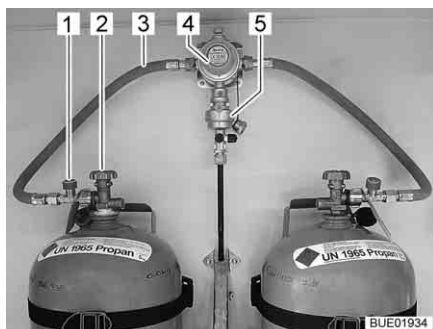
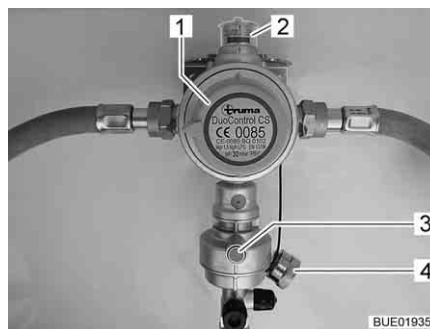

Fig. 114 Bombole del gas con DuoControl
Fig. 115 Impianto di regolazione DuoControl
L'impianto di regolazione DuoControl consiste in una valvola di commutazione (Fig. 114,4) e un sensore crash (Fig. 114,5). L'impianto di regolazione DuoControl è installato tra i tubi flessibili del gas (Fig. 114,3) con un dispositivo antirottura del tubo flessibile (Fig. 114,1). Con la manopola (Fig. 115,1) sulla valvola di commutazione è possibile stabilire quale delle bombole del gas viene utilizzata come bombola in uso e quale come bombola di riserva.
Nella finestra di controllo (Fig. 115,2) viene visualizzato lo stato del rifornimento di gas:
Il funzionamento con una sola bombola del gas è consentito, ma in questi casi il collegamento aperto deve essere assolutamente chiuso con una copertura cieca (Fig. 115,4).
Il sensore crash blocca l'alimentazione del gas in caso di forti vibrazioni (es. incidente). Il sensore crash viene azionato mediante pressione del tasto reset verde (Fig. 115,3).
Il dispositivo antirottura del tubo flessibile (Fig. 114,1) blocca il flusso di gas quando il tubo flessibile collegato si rompe. Il dispositivo antirottura del tubo flessibile deve essere attivato premendo il tasto verde.
Tramite la centralina di controllo (Fig. 116) è possibile attivare e disattivare l'alimentazione del gas tramite l'impianto di regolazione DuoControl. Le valvole principali di arresto (Fig. 114,2) delle bombole del gas e i rubinetti di arresto del gas degli apparecchi devono essere aperti manualmente.
- Con la manopola (Fig. 115,1) sulla valvola di commutazione selezionare la bombola del gas, da cui proviene la principale alimentazione del gas (bombola in uso). Girare la manopola fino all'arresto.
- Aprire le valvole principali di arresto (Fig. 114,2) delle bombole del gas.
- Premere il tasto verde del dispositivo antirottura del tubo flessibile (Fig. 114,1). Nella finestra di controllo (Fig. 115,2) viene visualizzato il simbolo verde.
- Chiudere le valvole principali di arresto (Fig. 114,2) delle bombole del gas.
Se la spia di controllo verde (Fig. 116,6) si spegne durante il funzionamento e la spia di controllo rossa (Fig. 116,5) si accende, significa che la bombola in uso è vuota e deve essere sostituita. Nella finestra di controllo (Fig. 115,2) viene visualizzato il simbolo rosso. La bombola di riserva continua ad alimentare le utenze a gas.
- Ruotare di mezzo giro la manopola (Fig. 115,1) in direzione della bombola del gas utilizzata. In questo modo questa bombola del gas ora è la bombola in uso, mentre la bombola del gas vuota diventa la bombola di riserva. Il simbolo nella finestra di controllo (Fig. 115,2) passa da rosso a verde.
- Chiudere la valvola principale di arresto (Fig. 114,2) della bombola del gas vuota. Osservare la direzione della freccia.
- Premere il tasto verde del dispositivo antirottura del tubo flessibile (Fig. 114,1).